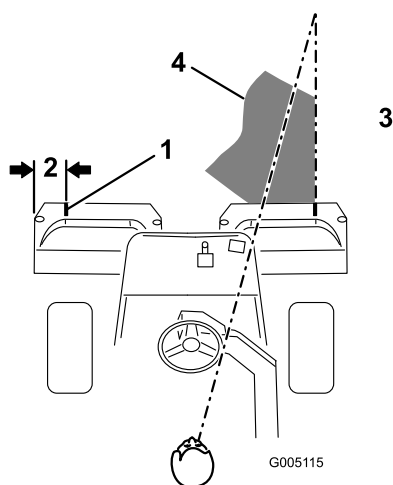
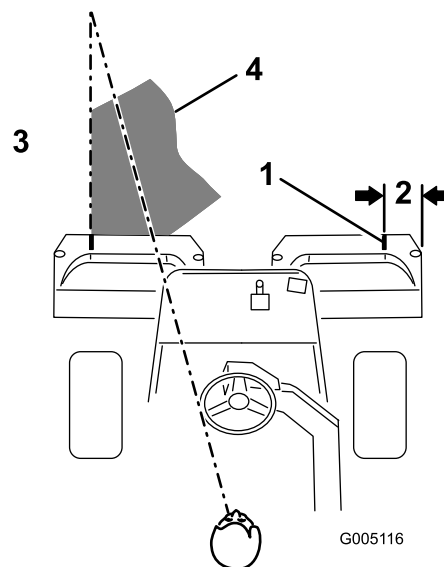

Figura 22
Figura 23
2. Coloque uma faixa com uma fita branca ou pinte uma linha em cada cesto paralela ao limite exterior de cada cesto (Figura 22).
3. Sobreponha uma quantidade mínima com o corte anterior nas passagens de volta. Para o assistir na manutenção de uma linha direita no relvado e para manter a máquina a uma distância paralela ao limite do corte anterior, defina uma linha imaginária a, aproximadamente, 1,8 a 3 metros à frente da máquina até ao limite da parte não cortada do relvado (Figura 22 e Figura 23). Há quem considere útil incluir o limite exterior do volante como parte dessa linha; por exemplo, se mantiver o limite do volante alinhado com um ponto que se encontre sempre à mesma distância da parte da frente da máquina (Figura 22 e Figura 23).